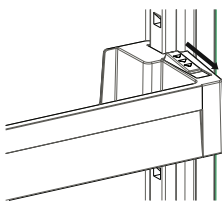

Fig.1
**Pour changer la position du du balconnet AdaptiLift,** tenez-le par le bas et tirez les boutons situés du côté balconnet dans le sens de la flèche (Fig. 1)